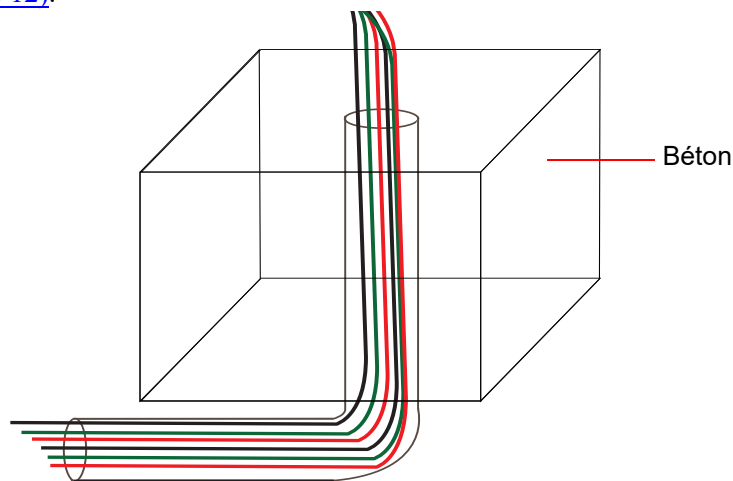

Figure 7. Base de béton avec Conduit et câblage
1. Creusez un trou d'un minimum de 12 po. H x 12 po. W x 12 po. D où verser une fondation en béton pour le pôle. Eventuellement, préparer une forme concrète dans le trou pour contenir et former le béton. Insérer le conduit dans le centre du trou et la voie de cinq pieds des fils électriques nécessaires à travers elle (Figure 7).